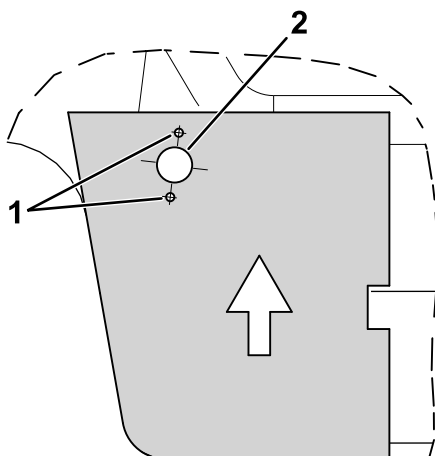

Bild 2
3. Bohren Sie drei Löcher in die Haube, wie in **Bild 2** abgebildet.